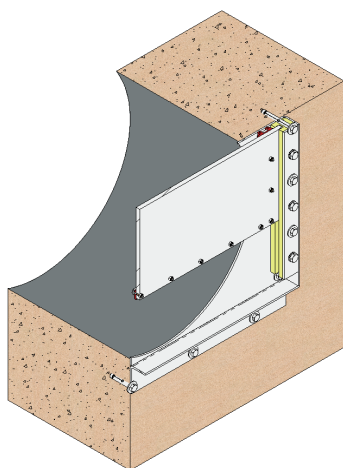
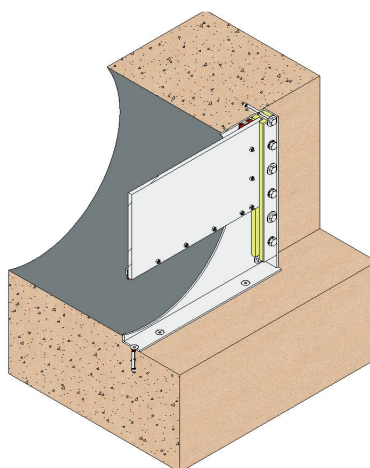
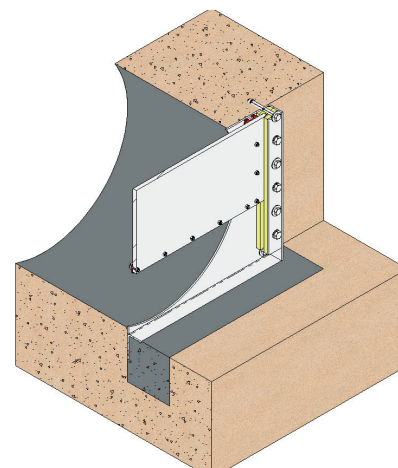

Fig. 31
Fig. 32
Fig. 33
Come abbiamo citato in precedenza, il sistema più abituale di montaggio di queste paratoie murali è appoggiandole al muro e fissandole con ancoraggi ad espansione o chimici (fig. 31), ma come si può vedere nella fig. 32 e fig. 33, esistono varie opzioni di montaggio.
Questa procedura serve sia per le paratoie a platea piatta (fig. 32) che per quelle standard (fig. 31).
- Per montare la saracinesca con la platea imbutita nel calcestruzzo (fig. 33), è necessario che nel cantiere ci sia un incasso nel pavimento delle dimensioni che abbiamo definito in precedenza nelle fig. 28 e fig. 29. Una volta collocata la saracinesca nell'incasso, la centeremo rispetto al foro del muro assicurandoci che la platea della saracinesca rimanga al livello dell'opera civile; così si riesce a fare in modo che non ci sia nessuna sporgenza nella platea e si ottiene un passaggio totale e continuo. Procederemo alla realizzazione dei fori necessari per i profili laterali e superiore, utilizzando i fori del corpo della saracinesca come guida. Estrarremo la saracinesca e dove andrà collocata la saracinesca nel muro applicheremo una pasta di sigillatura tipo SIKAFLEX-11FC o simile per evitare perdite tra il corpo e il muro. Collocheremo di nuovo la saracinesca nella sua posizione e procederemo ad avvitare con ancoraggi ad espansione o chimici, con la procedura abituale, con l'aiuto di una riga piatta, avvitando in senso incrociato e senza stringere eccessivamente.